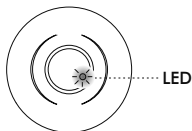

FIG.21
- O LED vermelho do KDP1 360FP BK está por trás da lente (Consulte a FIG. 21) para a indicação de modo de teste. No teste de caminhada, o LED acende durante 2 seg quando detetor é acionado.